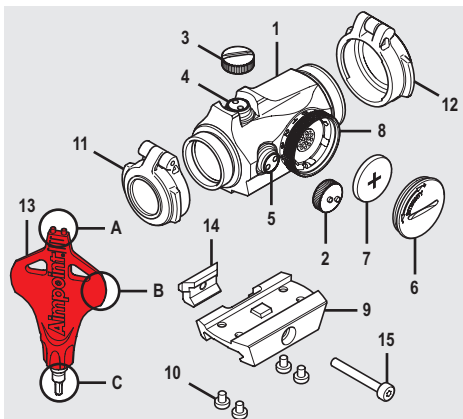

Fig. 1
- Retirez le couvercle de la batterie (6) à l'aide de l'outil (13B).
- Introduisez la pile (7) en orientant le pôle positif (+) vers le couvercle (6) comme illustré sur la Figure 1.
- Positionnez le commutateur (8) sur le réglage d'intensité 12 (max.) et serrez le couvercle de la batterie (6) à l'aide de l'outil (13B). Lorsque vous rencontrez une résistance, serrez jusqu'à ce que le couvercle de la batterie (6) arrive en **butée**.
- Vérifiez que le point rouge s'allume et qu'il n'y a **aucun** jeu entre le couvercle de la batterie (6) et le compartiment.